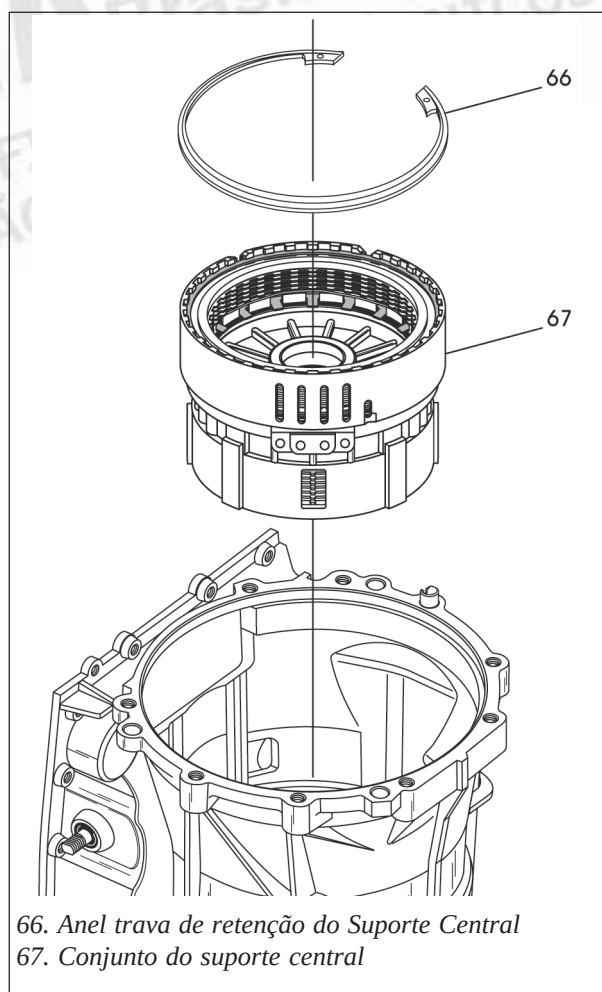

Figura 50
13. Remova o conjunto do suporte central, conforme mostra a figura 50, e deixe-o de lado para posterior revisão e montagem.